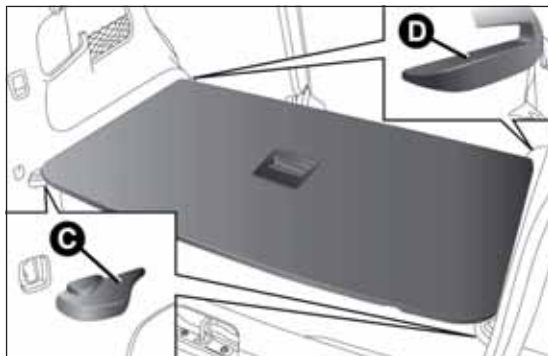

fig. 96
- ☐ posizionare correttamente il piano B sulle relative sedi C e D fig. 96 presenti sui fianchetti laterali.